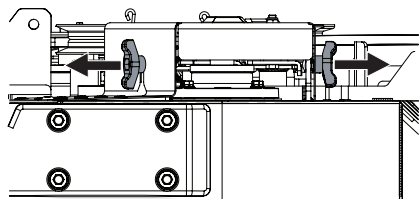

Figura 54
- Retire los tornillos mariposa hexagonales que sujetan las cubiertas de las correas a la plataforma (Figura 54).